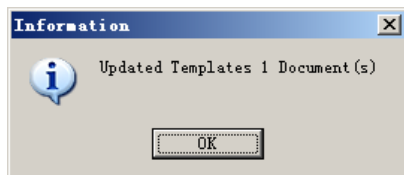

图 2.73 “Information”消息框
(6) 在“Choose Document Scope”选项区域中选择“Just this document”项,在“Choose Parameter Actions”选项区域内选择“Replace all matching parameters”项,单击“OK”按钮,弹出如图 2.73 所示的“Information”消息框,提示有一个文件调用了文档模板,单击“OK”按钮确认。